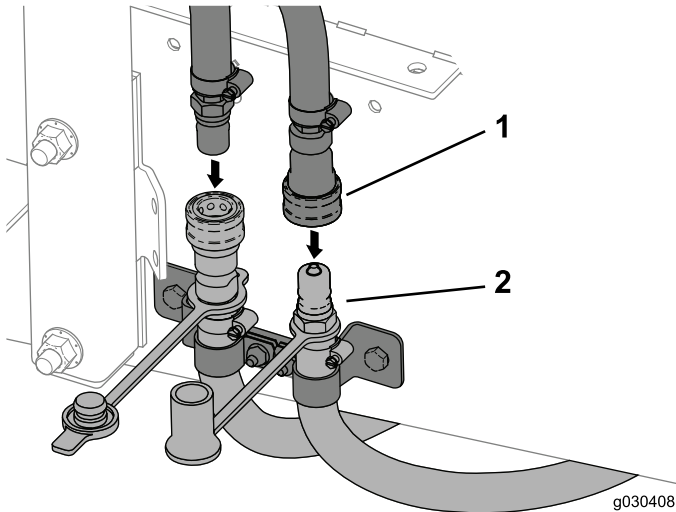

Figura 46
6. Conecte las mangueras de la cabina a las mangueras montadas en la máquina (Figura 46).